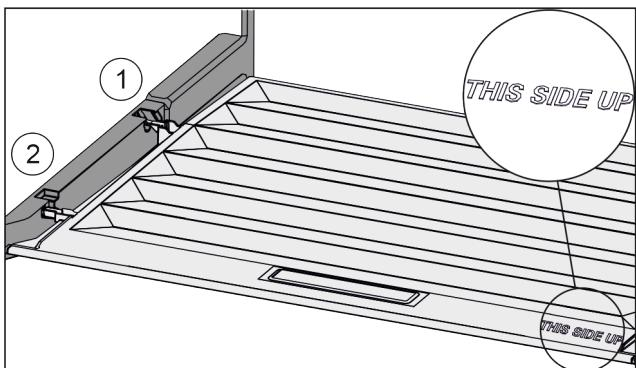

Fig. 25
- 从后部固定支架 Fig. 25 (1)开口导入桥形接片并卡入固定支架 Fig. 25 (2)的前端。